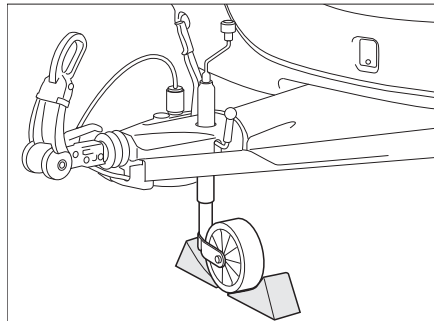

Bild 170 Säkra stödhjulet
- Ställ stödhjulet tvärs mot färdriktningen och säkra det med lämpliga hjälpmedel (Bild 170).